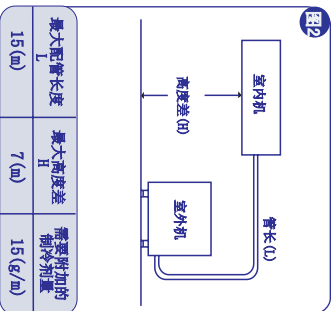

图2
- 室内机与室外机的最大高度差为4m，室内机与室外机之间的最大配管管长为4L（详见图2）。